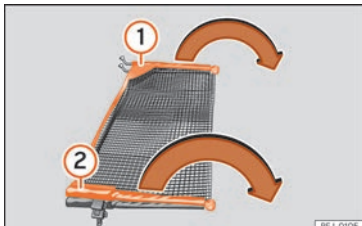

Abb. 135 Netztrennwand ausklappen.
Querstangen »» Abb. 135 ① und ② der Netztrennwand in Pfeilrichtung auseinanderklappen, bis ein „Klick“ zu hören ist.